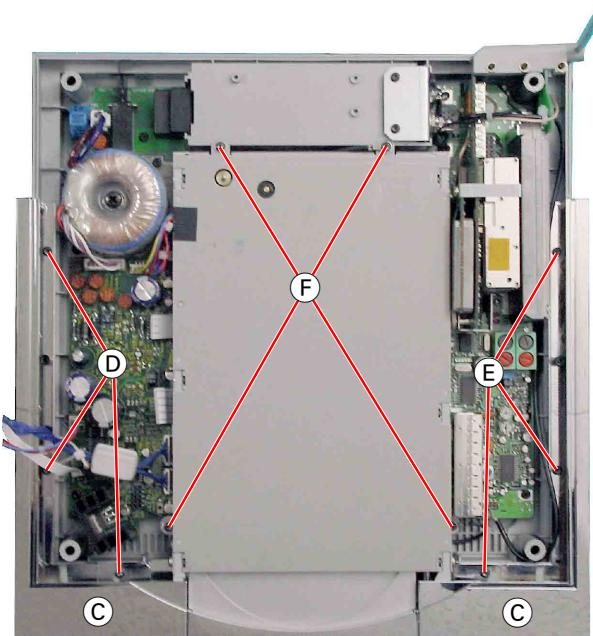

Fig. 2
- 3 Schrauben **(D)** und 3 Schrauben **(E)** herausschrauben und die Blenden **(C)** nach vorne abnehmen (Fig. 2).